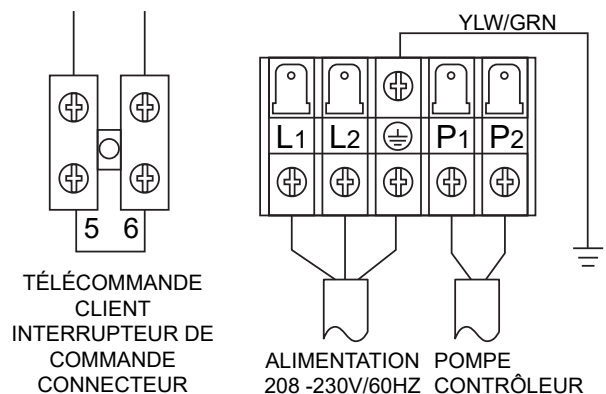

Figure 11. Commande automatique, système à 2 fils
2. Retirez le fil de cavalier qui relie les bornes marquées #5 et #6. Voir la Figure **Figure 11**, et les schémas de câblage aux **pages 14 à page 19**.